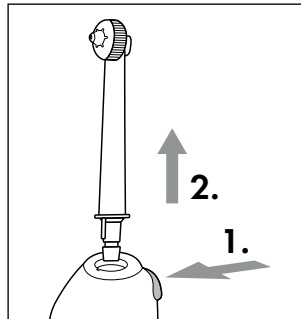

Fig. 3
- ◆ For at tage børstehovedet **2** af skal du trykke på udløserknappen **11** på håndstykket **5** og derefter tage børstehovedet **2** af håndstykket **5** (se fig. 3).